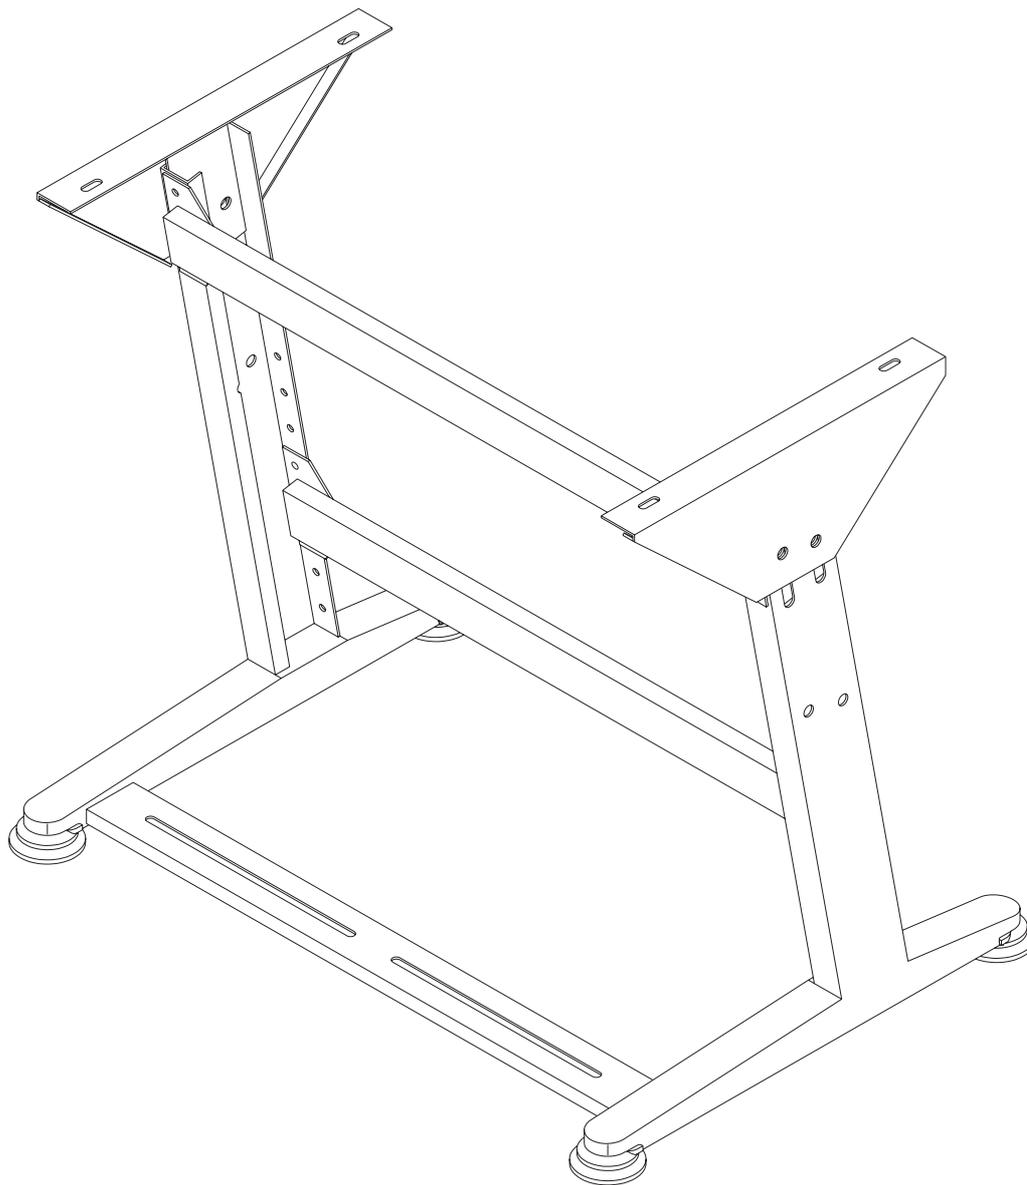

Fig. 2
- Montar los componentes del bastidor, como se puede apreciar en la fig. 2.